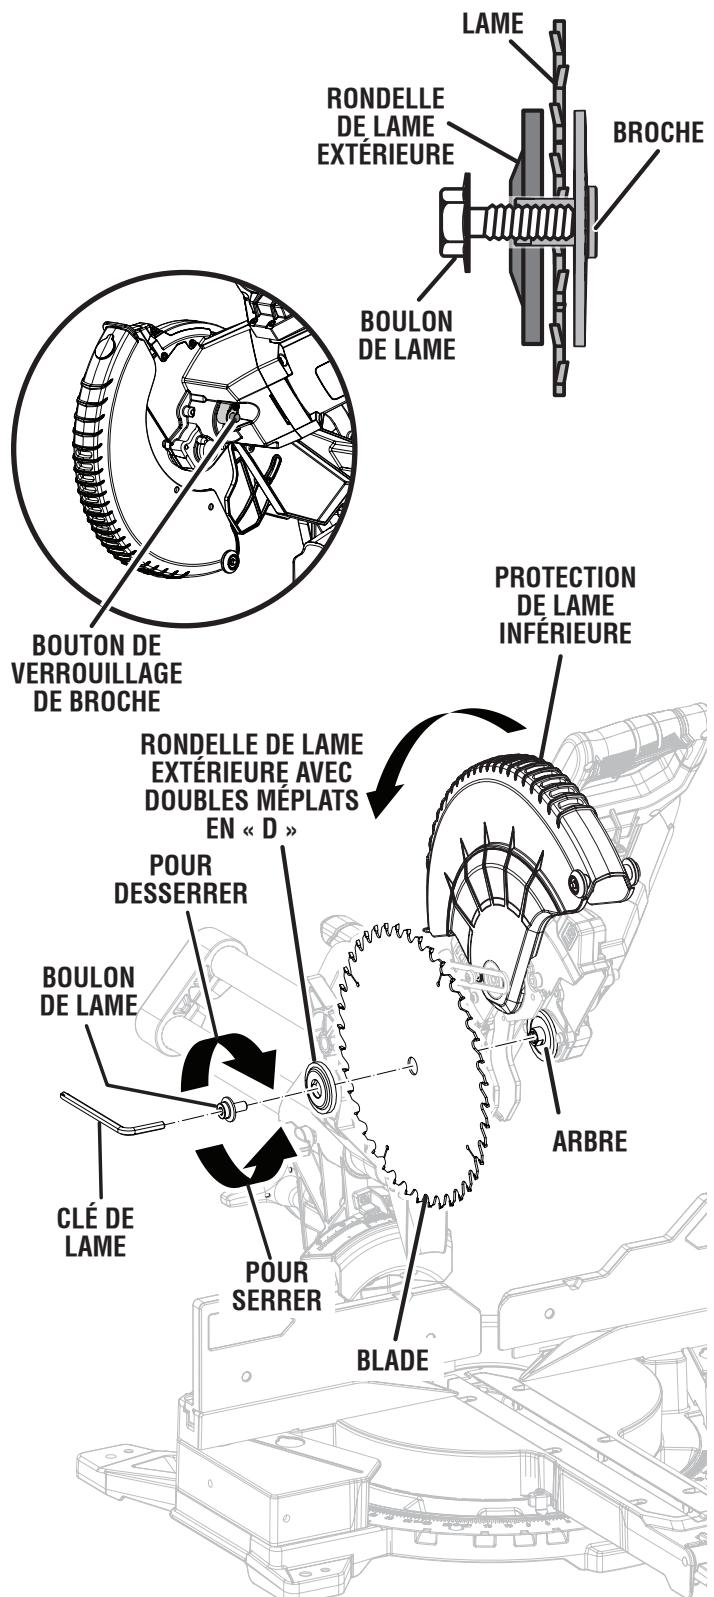

Fig. 14
Voir la figure 14.
- Insérer la lame de la scie à l'intérieur du protège-lame supérieur ainsi que sur le arbre et contre la rondelle de lame intérieure. Les dents doivent être orientées vers le bas à l'avant de la lame, comme le montre la figure 14.